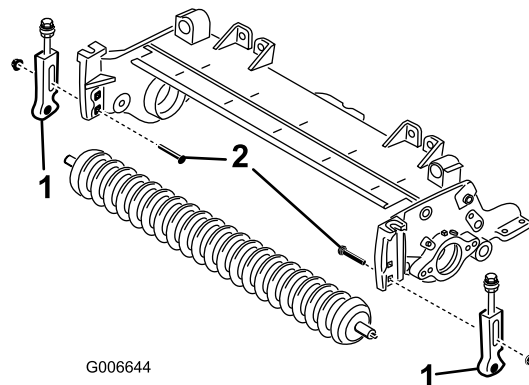

图3
5. 拆下把剪草高度支架固定到滚刀组侧板上的锁紧螺栓和螺母（图3）。
7. 从滚刀组侧板上拆下剪草高度支架和前滚筒（图3）。